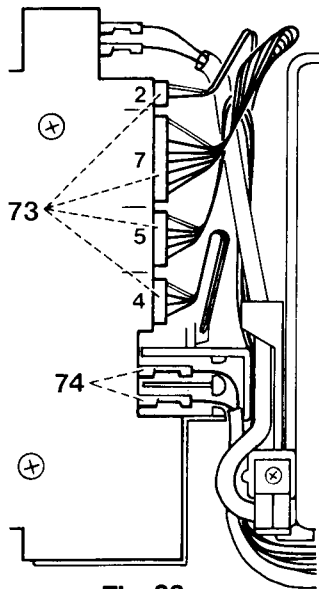

Fig. 33a
- Enlever les quatre faisceaux de fils 73 avec les fiches (fig. 33a).
- Sur la 1029, fixer les quatre faisceaux de câbles 73, selon fig. 33a.